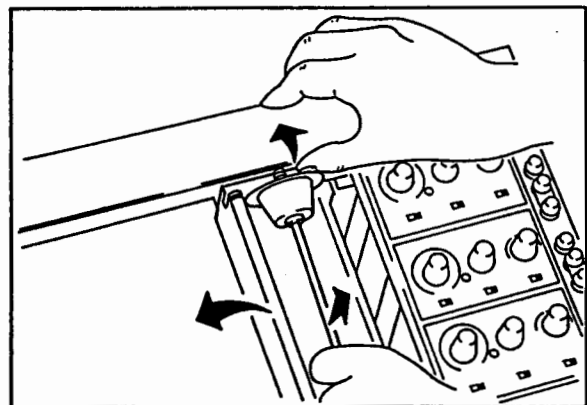

図 3.1
- (1) 記録テーブルの右下に出ているレバーを引っぱりロール記録紙ストック部を表に出します。図 3.1 のように上部にある板バネを指で押し上げストックローラを外します。
- (2) ストックローラのフランジをはずし、ロール記録紙を入れます。フランジは左ねじになっております。このとき巻芯の切欠きがストックローラのピンに確実に入るようにしてください。
- (3) ロール記録紙をストック部に装填するときは、下の軸を先に入れ、次に上部の板バネを指で押し上げ、上の軸を入れてください。
- (4) 記録紙を 15~20cm 位手で引出し、ストックローラ部をもとへもどします。